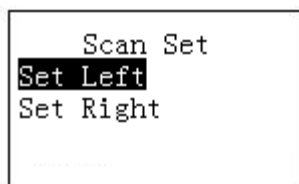

Figura 3-4
- Seleccione Ajustar (Set) y pulse [ENTRAR] (ENTER). Podrá ver la interfaz que aparece en Figura 3-4.